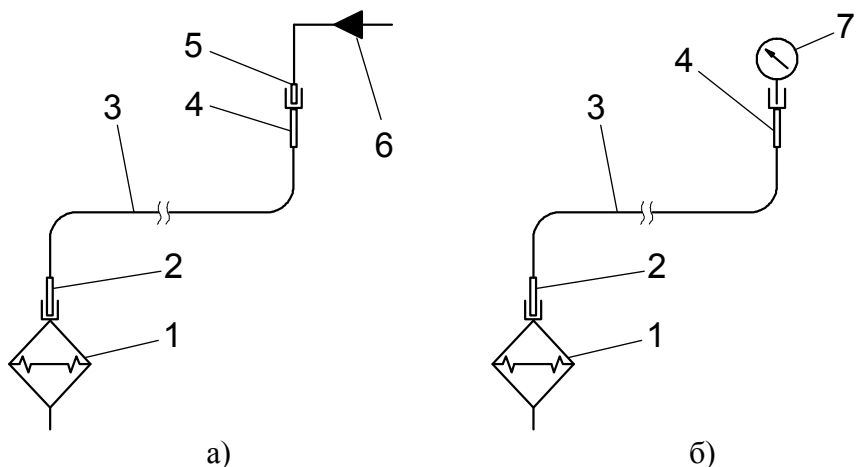

Рисунок 2.5 – а – прокачка измерительной магистрали нейтральной жидкостью; б – установка измерителя давления:
Заправка разделителя в комплекте с длинной измерительной линией поясняется рисунком 2.5. В выходное резьбовое отверстие разделителя 1 вворачивается штуцер 2, приваренный к подводящему трубопроводу 3. В приварной ниппель с накидной гайкой 4 вворачивается штуцер 5 под заправку нейтральной жидкостью 6 (рисунок 2.5а). После заправки магистрали с разделителем штуцер 5 заменяется на измеритель давления 7 (рисунок 2.5б). Заправка разделителя с длинной измерительной линией производится следующим образом:
1) В ниппель с накидной гайкой 4 вернуть штуцер 5 для заправки **сборки** «разделитель – трубопровод – измеритель давления» нейтральной жидкостью (рисунок 2.5а).
8) Дозалить штуцер 4 нейтральной жидкостью и вернуть в него измеритель давления 7 (рисунок 2.5б).